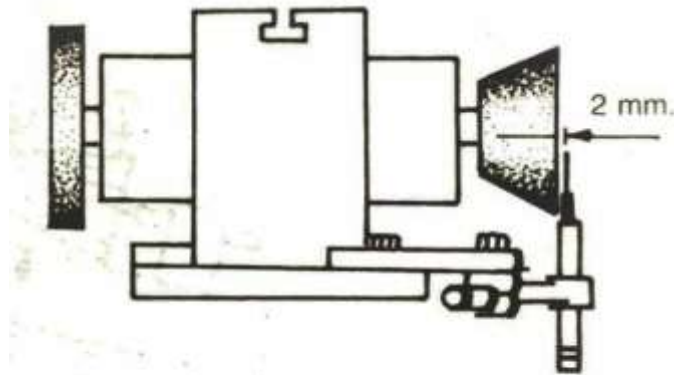

Fig. 18
*La lámina debe quedar paralela y aproximadamente a 2 mm. de la cara de la muela (Fig. 18).*